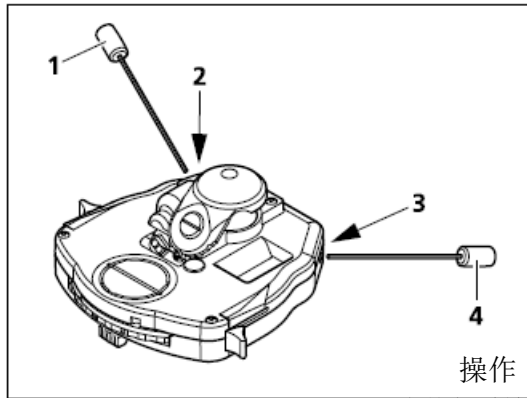
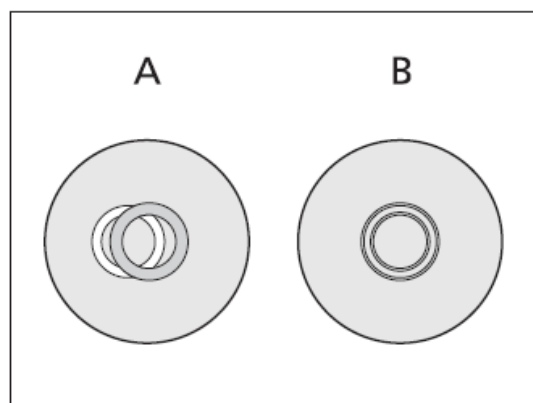

图. 4-3 居中 achromatic-aplanatic 0.9 H D Ph DIC 聚光镜的暗场环
图. 4-4 调节相差环(聚光镜中的亮环)与相差环的重合(物镜中的暗环)
- Y 如果重叠并不精确（图 4-4/A），较亮的环状光阑必须使用两把 SW 1.5 内六角螺丝刀（图4-3/1和4）重新调中。调节两个调心螺丝（图4-3/2和3），直到与较暗的相板完全重叠（图4-4/B）。
在照明光路中（图 4-4/B），当亮色相差光阑（聚光镜上）与暗色相板（物镜上）精确重叠，才能得到完整的相差。